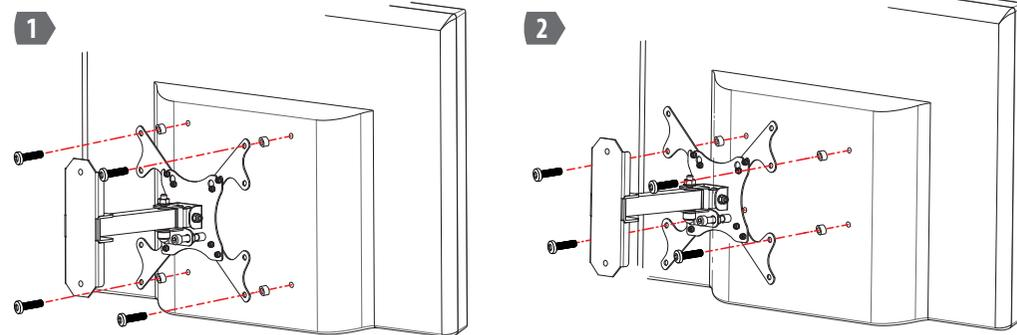

Рисунок 3. Монтаж телевизора/монитора на держатель (1 – для VESA MIS-F (200x200); 2 – для VESA MIS-E (200x100)).
- 4.7 Монтаж телевизора на держатель для VESA MIS-E, VESA MIS-F (200,200) показан на рис.3. Монтаж удобнее производить вдвоем.